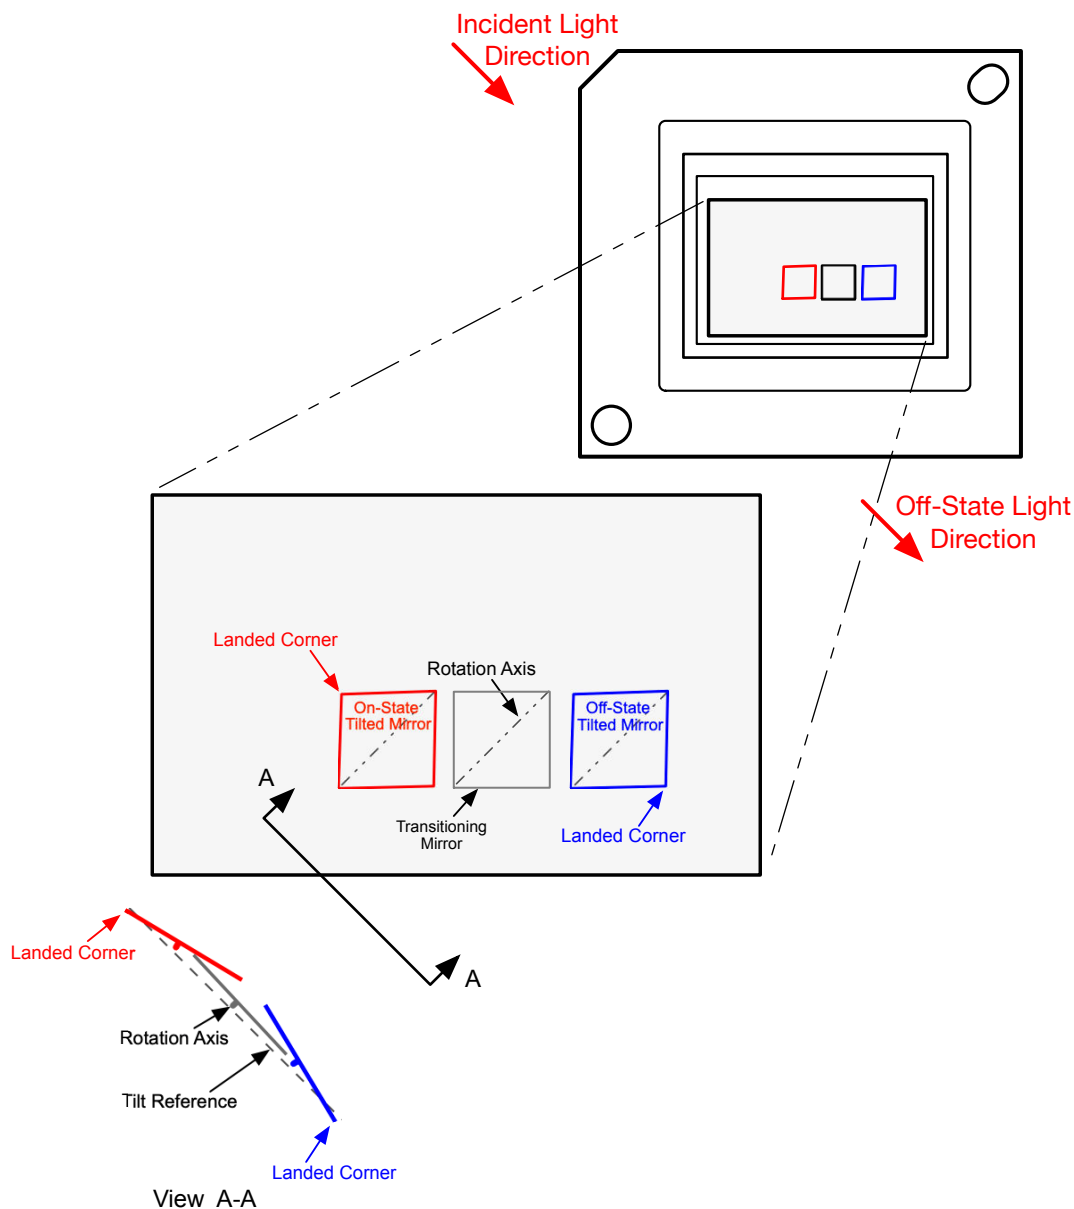

図 5-11. マイクロミラーの着地方向と傾き
(1) マイクロミラー アレイ全体から形成されるプレーンを基準として測定されます。
(2) マイクロミラー アレイとパッケージのデータ間には、さらに大きな変動があります。
(3) 同じデバイス上または異なるデバイス上に配置された任意の 2 つの個別マイクロミラー間で発生する可能性のある変動を表しています。
- (4) 一部のアプリケーションでは、システム全体の光学設計においてマイクロミラーの傾斜角の変動を考慮することが重要です。一部のシステム光学設計では、デバイス内のマイクロミラーの傾斜角が変動すると、マイクロミラー アレイから反射された光磁界では不均一性が認識される場合があります。一部のシステム光学設計では、デバイス間でマイクロミラーの傾斜角が変動すると、色測定のバラツキ、システム効率のバラツキ、またはシステムコントラストのバラツキが生じる場合があります。
- (5) 図 5-11 を参照してください。
- (6) 受け入れ条件: すべての DMD 画像性能リターンは、以下の投影画像試験条件を用いて評価されます:
- (7) 明るいピクセルの定義: シングル ピクセルまたはミラーがオン位置に固定され、周囲のピクセルよりも目に見えて明るいこと
- (8) 暗いピクセルの定義: シングル ピクセルまたはミラーがオフ位置に固定され、周囲のピクセルよりも目に見えて暗いこと
- (9) POM の定義: アクティブ領域を囲むオフ状態のミラーによる矩形の境界